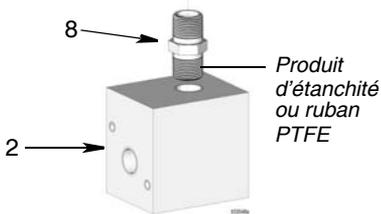

FIG. 8
1. Enveloppez les filetages du mamelon de tuyau (8) avec du ruban PTFE ou un produit d'étanchéité pour filetages comme montré à la FIG. 8. Installez le mamelon du tuyau (8) dans l'ouverture du collecteur (2). Serrez correctement. Consultez la FIG. 8 pour déterminer la position correcte de l'installation.